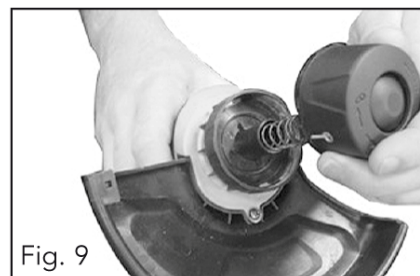

Fig. 9
2. Låt grästrimmern ligga upp och ned och montera fjädern i spolhuset. Tryck tillbaka spolen och spolkåpan på plats i spolhuset. Vrid spolen medurs för att låsa den (fig. 9).